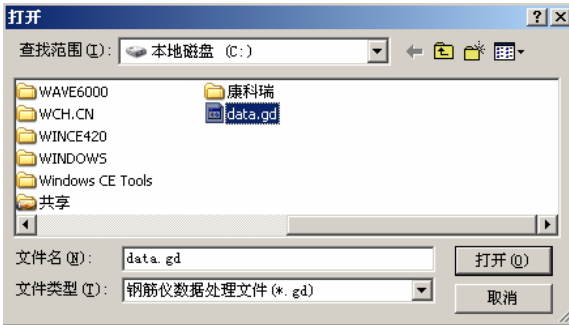

图 5-10
1、打开：打开要处理或查看的文件。其操作窗口如图 5-10 所示。